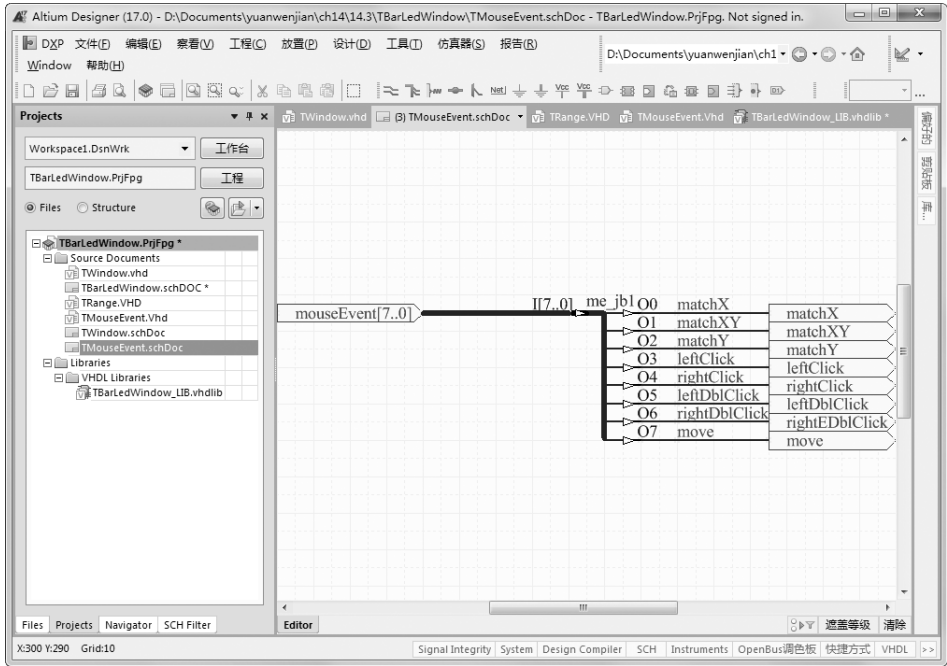

图 14-18 绘制子原理图“TmouseEvent.schDoc”
(5) 在子原理图文件“TWindow.schDOC”中，选择菜单栏中的“设计”→“产生图纸”，将浮动的十字光标在方块电路“TMouseEvent.schDoc”上单击鼠标，生成同名的子原理图“TmouseEvent.schDoc”，原理图绘制结果如图 14-18 所示。